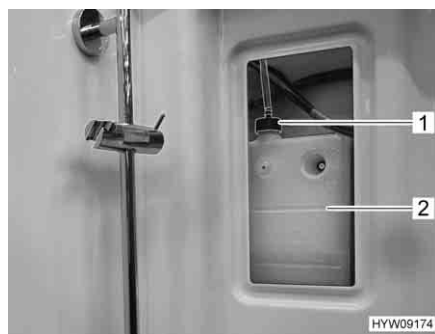
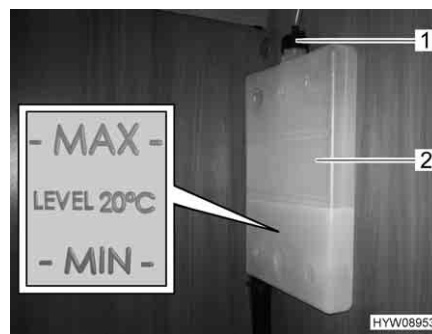

Fig. 229 Vaso d'espansione del riscaldamento ad acqua calda
Fig. 230 Riga "MIN/MAX"
- Rimuovere la copertura per il vaso d'espansione (Fig. 229,2) a destra e in alto nella doccia.
- Controllare se il livello del liquido nel vaso d'espansione (Fig. 230,2) è tra le righe del "MIN" e del "MAX" (Fig. 230).
- Aprire il coperchio (Fig. 229,1 o Fig. 230,1) del vaso di espansione.